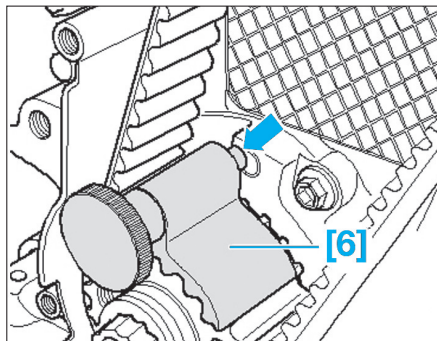

Fig. 18
- Tourner le vilebrequin légèrement dans le sens inverse de rotation du moteur jusqu'à ce que l'ergot de l'arrêt de vilebrequin se trouve juste avant l'alésage du flasque d'étanchéité (flèche) (Fig.18).